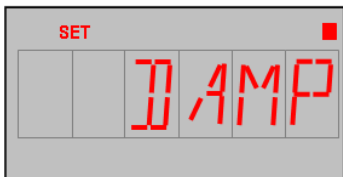

図 1
- ① 電流発信のダンピング設定(LCD表示:DAMP / 図 1.参照)で